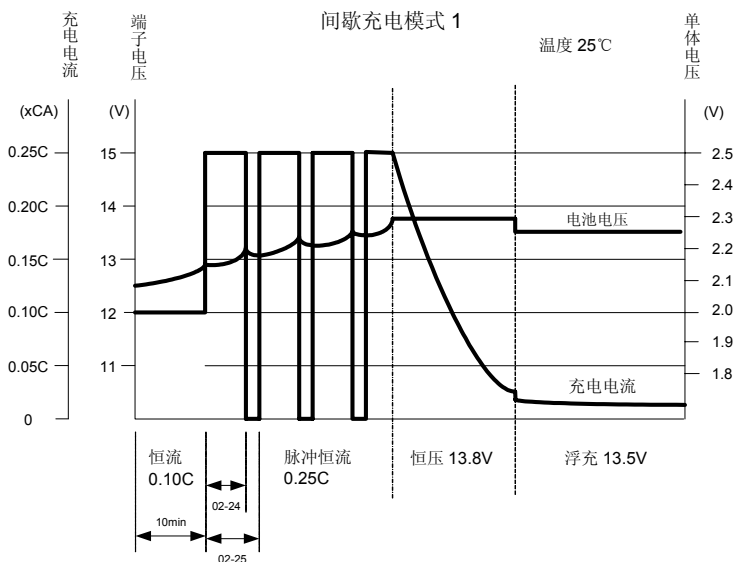

图 3 间歇充电曲线 1
02 曲线 3 间歇充电曲线 1，如图 3 所示。
- 以上 2 个参数用于设定间歇充电时间和周期。当选择间歇恒流或间歇恒压充电模式时，这 2 个参数才有效；否则无效。具体含义见图 3，4 所示。